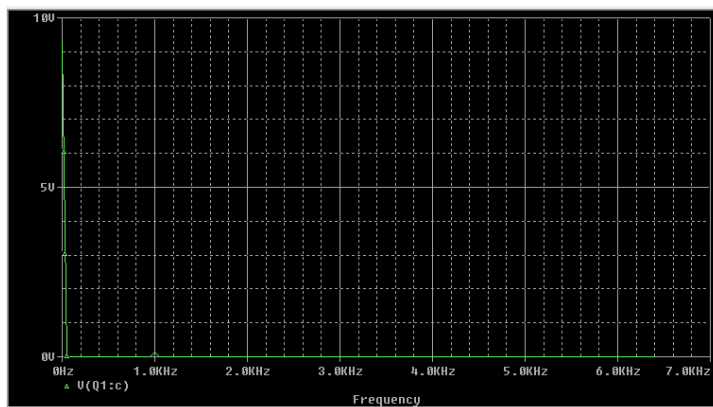

Fig. 16. Analiza Fourier a semnalului de iesire V(Q1:c).
Analiza Fourier se poate selecta in cadrul analizei Transient. Aici bifam in plus: Analysis - Setup - Transient - si apoi selectam analiza in timp de la 0 la 20ms, dar bifam si Fourier, si alegem frecventa centrala (1kHz), numarul de armonice (2) si Output variab: V(Q1:c). Apoi ok. Dupa Simulate, dau Add Trace, vizualizam V(Q1:c) in timp. Si apoi vrem pt acest semnal si transformata sa Fourier - dam Trace - Fourier - acum aleg V(Q1:c) si ok. Rezulta grafic ca in fig. 16.